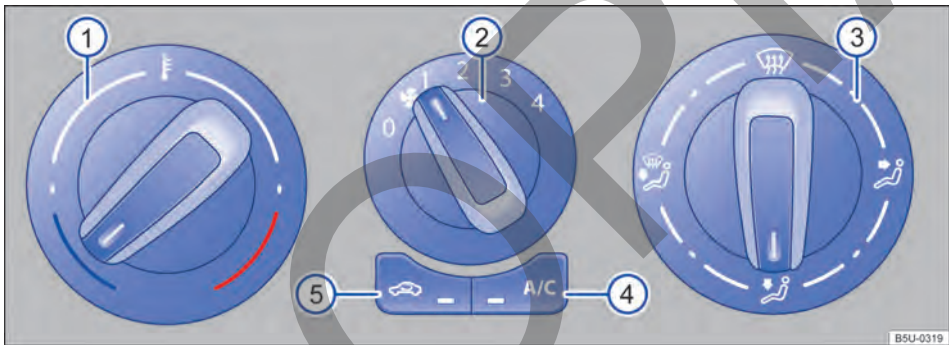

Fig. 72 Comandos del aire acondicionado.
- *Sistema de ventilación y calefacción*: girar el regulador del ventilador al nivel 0 → fig. 72 ②.
- *Aire acondicionado*: girar el regulador del ventilador al nivel 0 → fig. 72 ②.
- *Sistema de ventilación y calefacción*: girar el regulador giratorio izquierdo → fig. 72 ① para regular la respectiva temperatura.
- *Aire acondicionado*: girar el regulador giratorio izquierdo → fig. 72 ① para regular la respectiva temperatura.
- *Sistema de ventilación y calefacción*: girar el regulador del ventilador → fig. 72 ②.
- *Aire acondicionado*: girar el regulador del ventilador → fig. 72 ②.
- *Sistema de ventilación y calefacción*: girar el regulador de la derecha → fig. 72  a la posición deseada.
- *Aire acondicionado*: girar el regulador de la derecha → fig. 72  a la posición deseada.
- Girar el botón de distribución de aire → fig. 72 ③ a la posición , en esta posición el modo de recirculación de aire se apaga automáticamente.
- Girar el botón del ventilador ② al nivel 3 o 4.
- Girar el regulador de temperatura ① a la posición deseada.